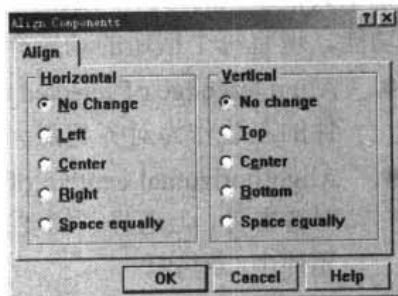

图 13-8 Align Components (对齐元件) 对话框
- Run align components dialog 按钮 : 运行对齐元件对话框。单击此按钮, 系统即可弹出如图 13-8 所示的 Align Components (对齐元件) 对话框。